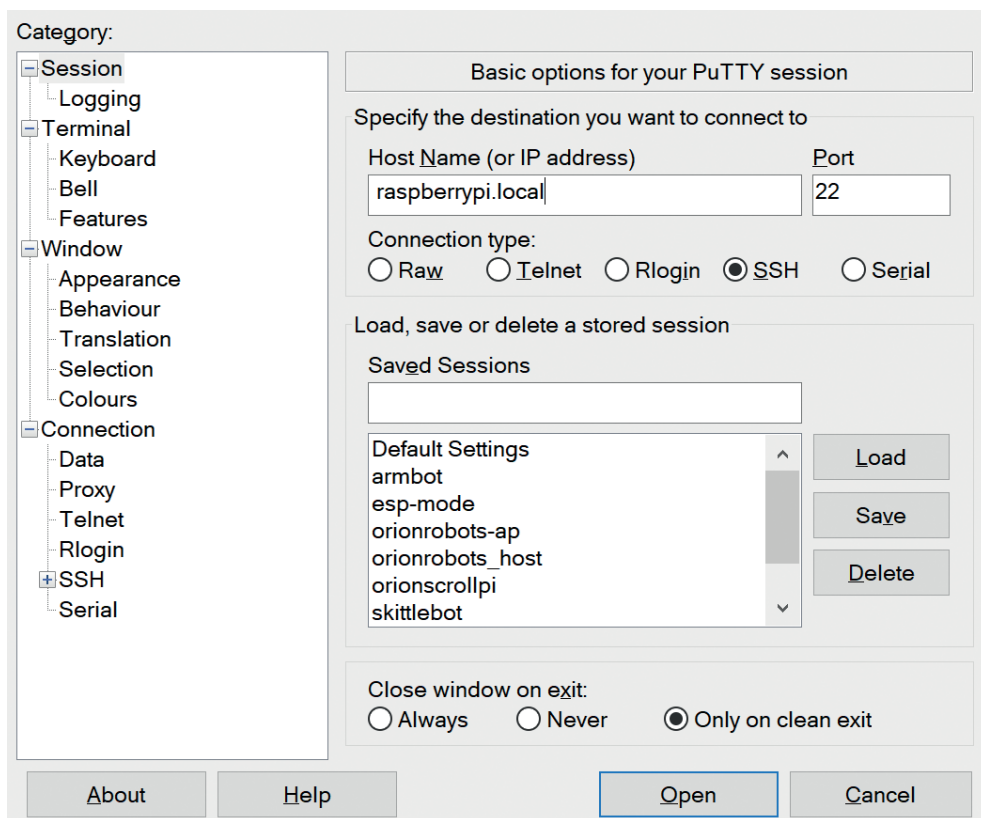

Рис. 4.3. Соединение с Pi
1. Запустите PuTTY. Вы должны увидеть то, что изображено на рис. 4.3. В поле **Host Name** (Имя хоста) (или **IP address** (IP-адрес)) введите `raspberrypi.local`. Затем нажмите **Open** (Открыть), чтобы войти в свой Pi.